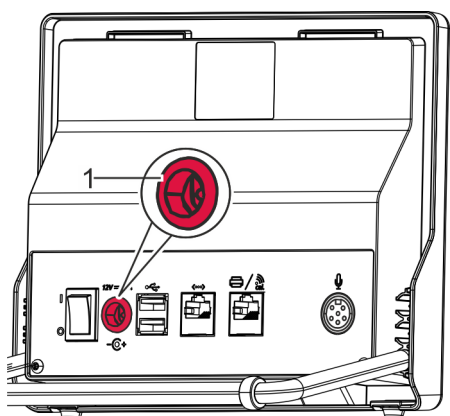

Fig. 40: Retirar el cable de la fuente de alimentación
3. ➔ Sacar el cable de la fuente de alimentación de la toma de corriente (Fig. 40/1).